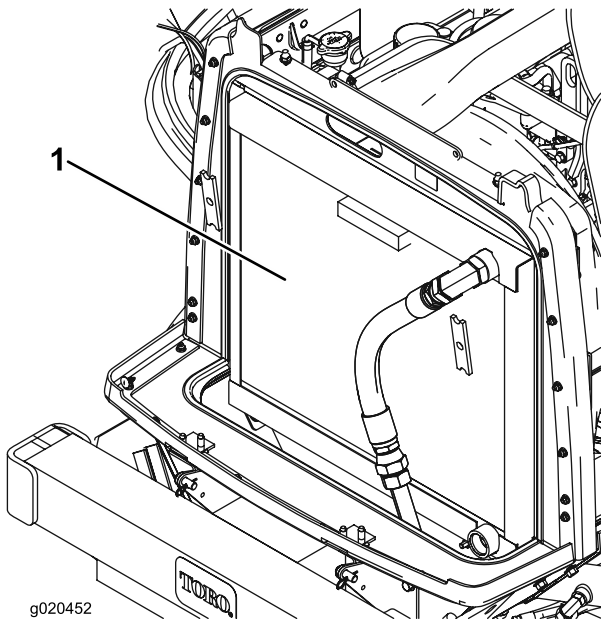

Bild 69
3. Reinigen Sie beide Seiten des Kühlers bzw. Ölkühlers gründlich mit Druckluft (Bild 69).